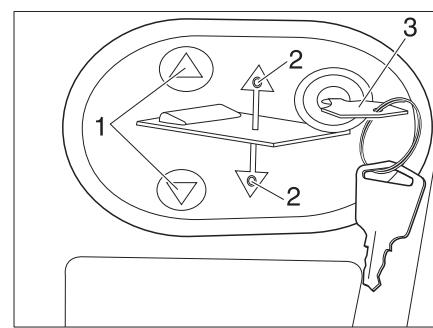

Fig. 163 Panel de mando de la cama elevada eléctrica
- Introducir la llave (Fig. 163,3) en el panel de mando.
- Pulsar y mantener pulsada la tecla ∇ o Δ (Fig. 163,1). El LED correspondiente (Fig. 163,2) se enciende y la cama elevada se baja o se levanta.
- Cuando se alcanza la posición deseada, soltar la tecla ∇ o Δ (Fig. 163,1). El LED correspondiente (Fig. 163,2) se apaga.
- Extraer la llave (Fig. 163,3).